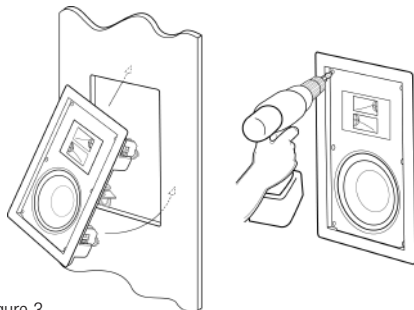

Figure 3
4. Insérez l'enceinte dans l'ouverture et fixez-la en serrant les six vis cruciformes (voir l'illustration). Les six griffes du châssis pivotent et leur serrage permet de maintenir ensemble le mur et le châssis. Si vous utilisez un tournevis électrique pour le serrage des vis, choisissez une faible valeur de couple afin de ne pas endommager l'enceinte (voir la figure 3).